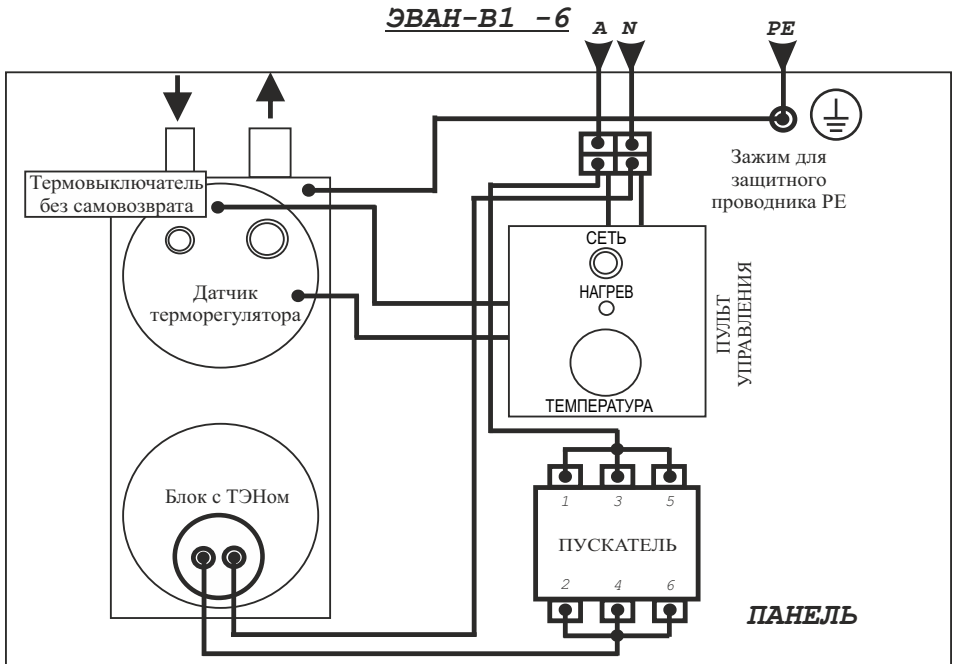

Рисунок 5. Электрическая схема подключения
- отсутствии обрыва видимой части защитного проводника PE (см. рисунок 5, 6, 7, 8);
- отсутствии повреждений видимой части изоляции электропроводки и защитного проводника PE (см. Рис. 5, 6, 7, 8);